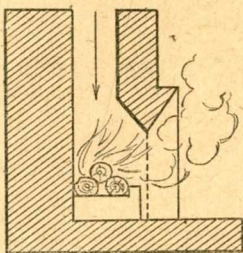
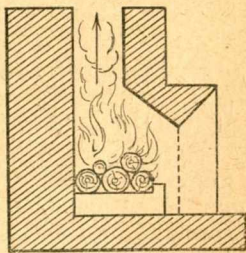

Fig. 2. — Foyer manquant de profondeur.
Fig. 3. — Foyer suffisamment profond.
A. CAUSES INTÉRIEURES. — 1^o Le foyer manque de profondeur (fig. 2) : la fumée vient alors buter contre la partie supérieure du cadre d'ouverture. — Remède : faire avancer le cadre (fig. 3) ; utiliser le tablier mobile ;